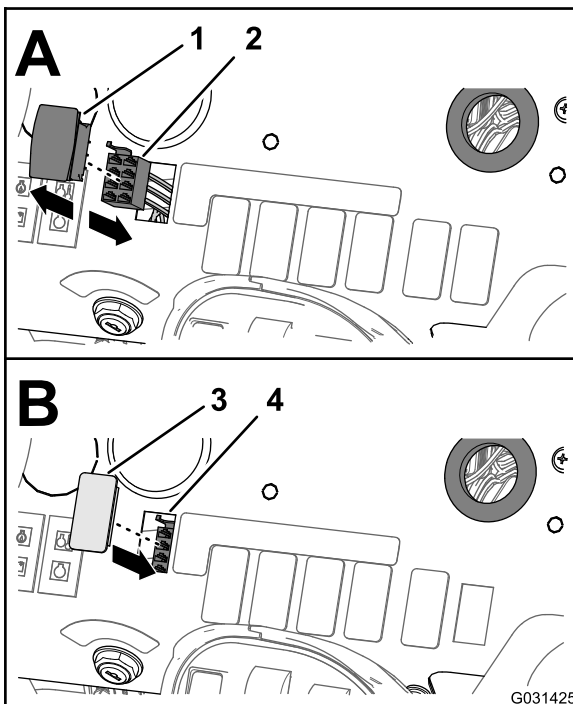

図 30
- 機体のダッシュパネルの下で、散布レートスイッチをロックしているタブをつまんで、スイッチをダッシュパネルから押し出す 図 30。
- 機体の前ハーネスの8ソケットコネクタRate Switchというラベルがついているを、スイッチの8ピンコネクタから外す 図 30。
- ダッシュパネルの穴レートスイッチを外したところに、スイッチプラグを合わせる 図 30。
- ダッシュパネルにスイッチプラグを押し込む。プラグがパチンと音を立ててはまるまで押し込む 図 30。